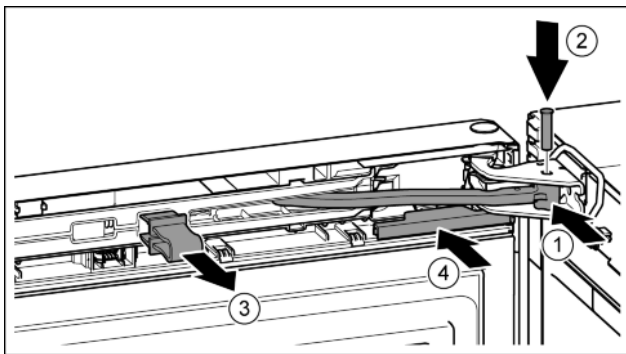

Fig. 42
- ▶ Gelenk in Lagerbock drehen. *Fig. 42 (1)*
- ▶ Bolzen in Lagerbock und Gelenk einsetzen. Dabei darauf achten, dass der Rastnocken korrekt in der Nut sitzt. *Fig. 42 (2)*
- ▶ Sicherung abnehmen. *Fig. 42 (3)*
- ▶ Abdeckung aufschieben. *Fig. 42 (4)*